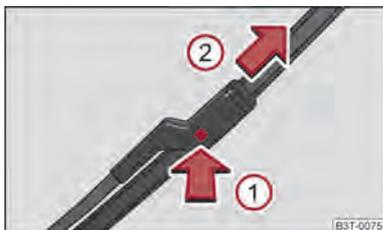

Abb. 52 Wischerblatt für Frontscheibe
- Drücken Sie die Sicherung ① ⇒ Abb. 52 und um das Wischerblatt zu entriegeln und ziehen Sie es in Pfeilrichtung ② ab.